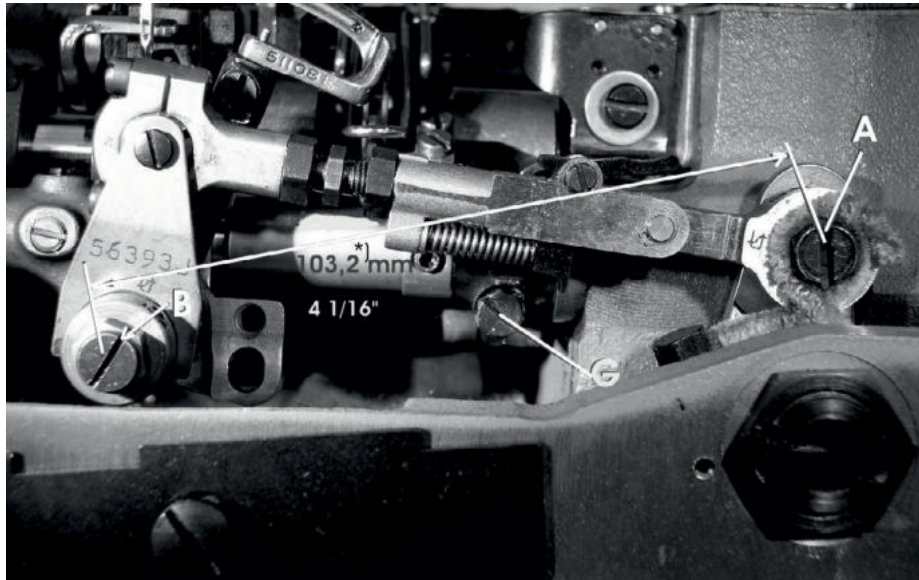

Fig. 6A
Check the distance between middle of bearing assembly 29476LV at looper lever 56243K (A, Fig. 6A) and middle of rocker assembly 29192V (B Fig. 6A). The distance has to be $4 \frac{1}{16}$ " (103.2 mm) ($\pm 0,5$ mm) (Fig. 6A), when the looper lever (A Fig. 6A) is in its right end position.
Kontrollieren Sie den Abstand zwischen Mitte Nadellager 29476LV am Greiferantriebshebel 56342K (A, Fig. 6A) und der Mitte des Greiferhebels 29192V (B Fig. 6A). Der Abstand muss 103,2 mm ($\pm 0,5$ mm) betragen, wenn sich der Greiferantriebshebel (A Fig. 6A) in der rechten Endstellung befindet.
While turning handwheel in operating direction and the looper (A, Fig. 7) moves to the left, its point should be set to touch but not bend at rear of needle (B). Adjustment can be made by loosening screw (G, Fig. 6A, page 11) and press the looper with the looper holder in the desired direction. Tighten screw (G) and recheck movement of looper.
Wenn das Handrad in Nährichtung gedreht wird und der Greifer (A, Fig. 7) sich nach links bewegt, muss seine Spitze so eingestellt sein, dass sie die Rückseite der Nadel (B) ganz leicht streift aber nicht wegdrückt. Zur Einstellung lösen Sie die Schraube (G, Fig. 6A, Seite 11) und drücken den Greifer mit dem Greiferhalter in die gewünschte Richtung. Ziehen Sie die Schraube (G) an, nachdem Sie die Einstellung gemacht haben und prüfen Sie die Bewegung des Greifers nochmals.